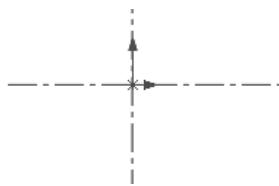

图 8.2 绘制中心线
Step 1 选择下拉菜单 **工具(T)** → **草图绘制实体(X)** → **中心线(M)** 命令，在图形区绘制图 8.2 所示的无限长的中心线。